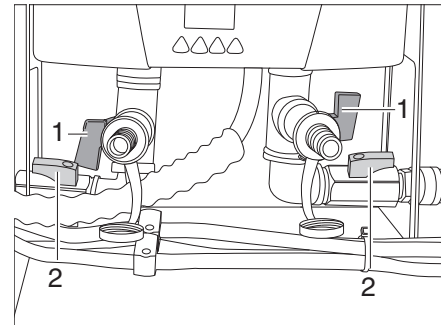

Bild 184 Durchlauferhitzer
- Rote Entleerungsventile (Bild 184,1) schließen.
- Schwarze Ventile (Bild 184,2) öffnen.